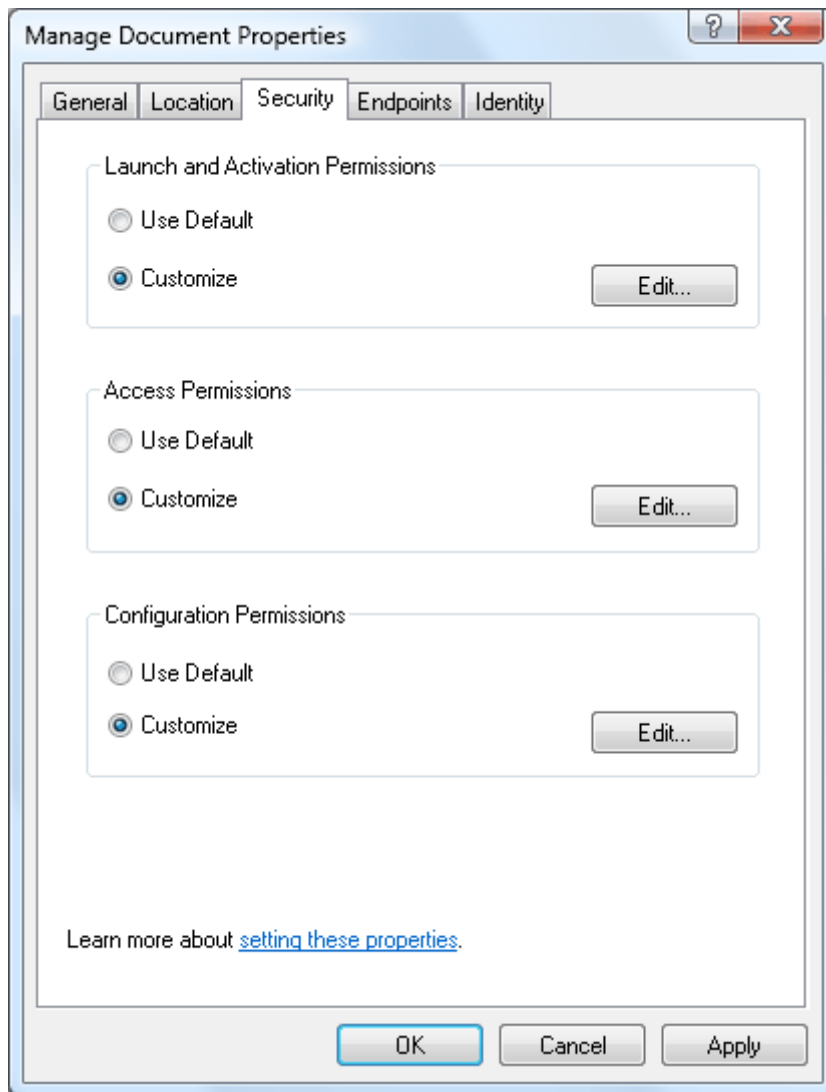

Figura 4-19: Administración de propiedades del documento - Pestaña Seguridad
8. Seleccione la pestaña Security (Seguridad), como se muestra en la Figura 4-19.